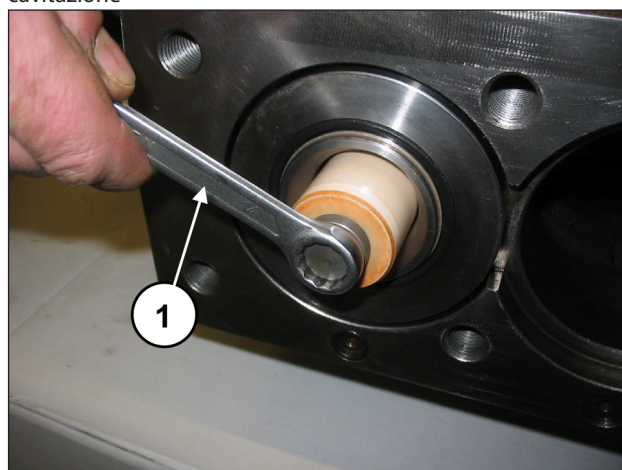

Fig. 138
Provvedere allo smontaggio dei pistoni svitando le viti di fissaggio (pos. ①, Fig. 138).